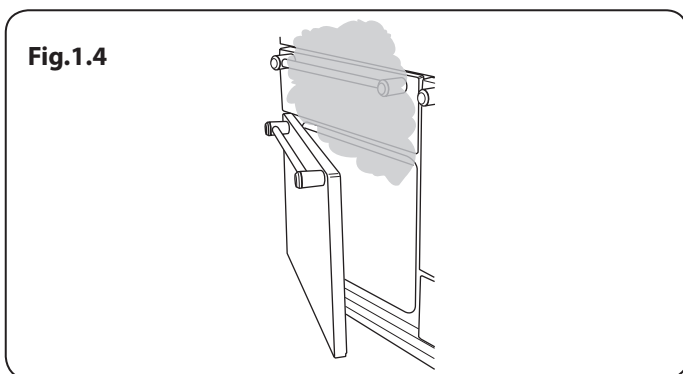

Fig.1.4
- La cuisson d'aliments à haute teneur en eau peut produire une « bouffée de vapeur » à l'ouverture de la porte du four. Lorsque vous ouvrez la porte du four, reculez-vous et attendez que la vapeur se soit dissipée. (Fig.1.4).